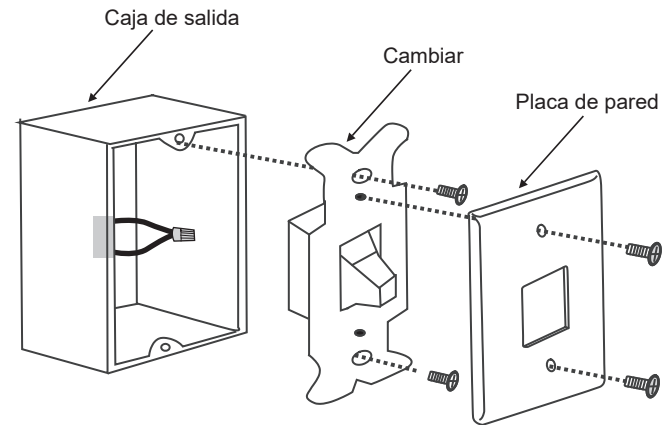

Fig. 23
Paso 1. Retire la placa de pared existente y el interruptor viejo de la caja de salida de pared. Alambre tuerca los cables NEGROS (caliente) juntos y empuje hacia atrás dentro de la caja de salida. (Fig. 23)